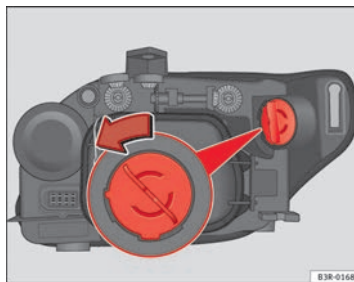

Abb. 204 Glühlampe für Blinker
- Drehen Sie den Lampenträger gegen den Uhrzeigersinn und ziehen Sie ihn ⇒ Abb. 204 mit der Glühlampe heraus.